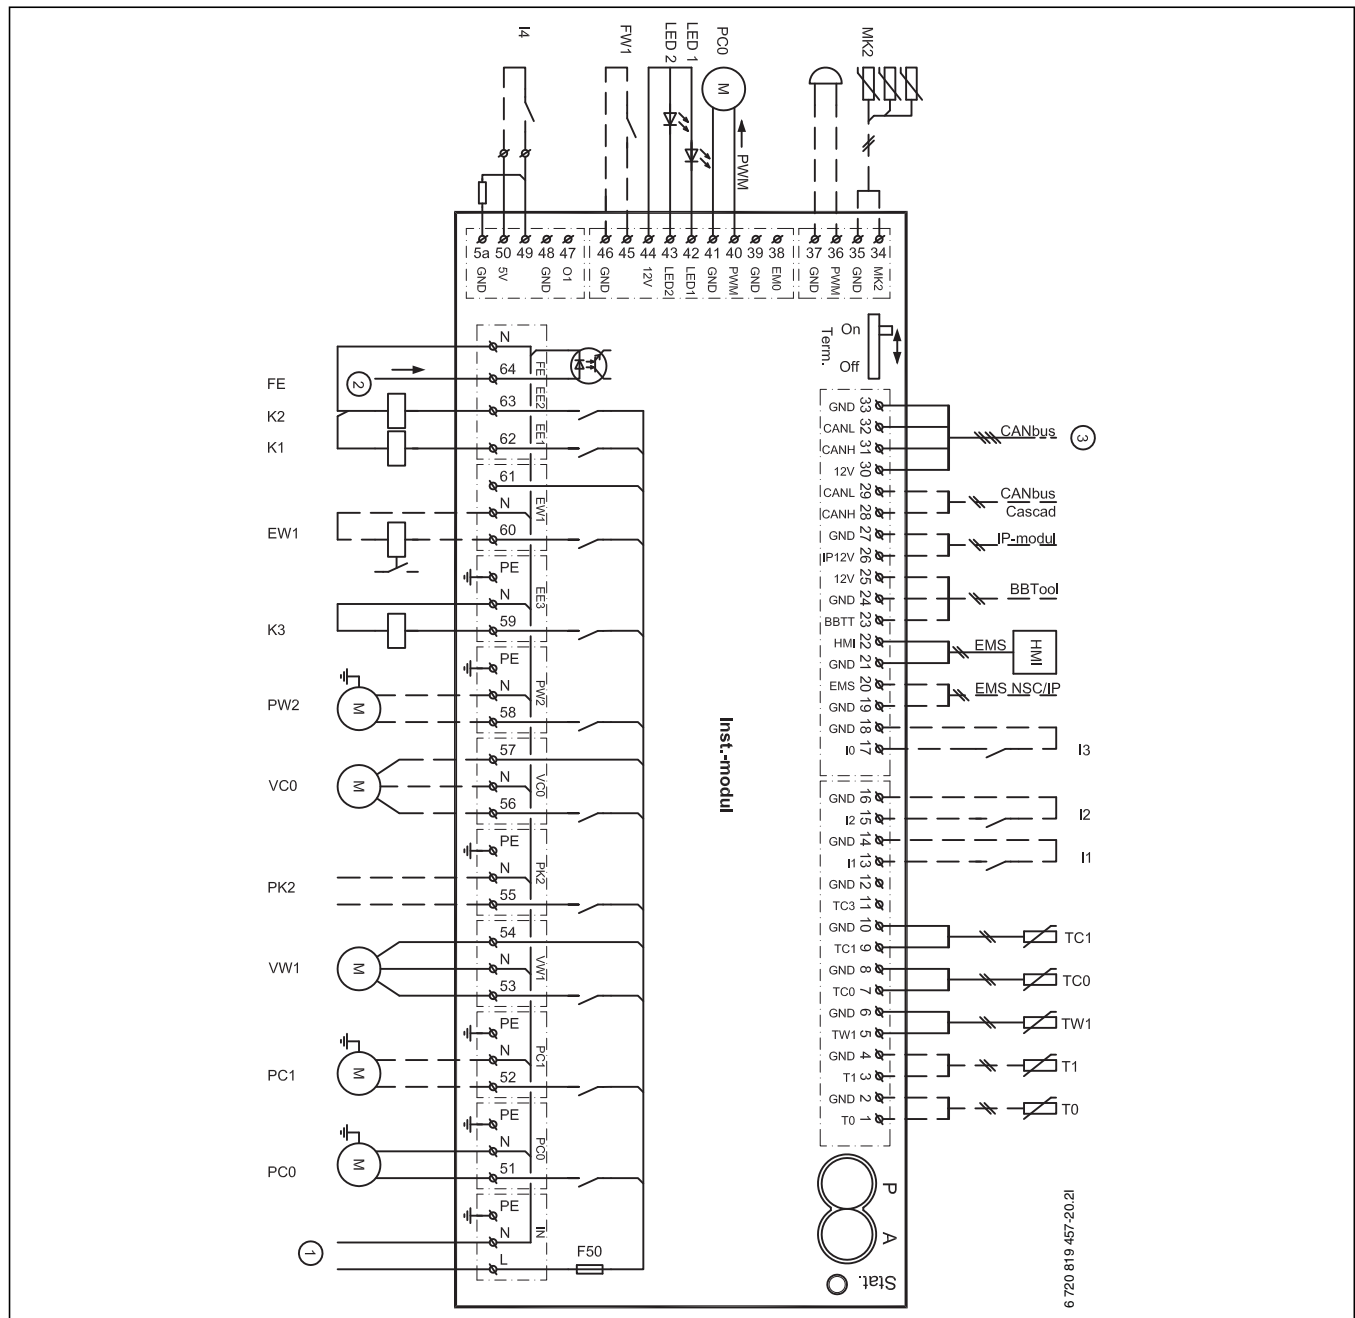

Bild 31 Elschema, Installermodul
- [4] Larmutgång elpatron/tryckvakt ([2] Bild 31)
- [5] Manöverspänning Installermodul ([1] Bild 31)